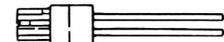

Figure 1
3. Couper environ 2 pouces derrière le connecteur de l'ancienne pièce et dénuder les fils de l'ancien connecteur sur environ ¼ de pouce. Voir la Figure 1.
2. Si les fils de la pièce de rechange ne sont pas déjà dénudés, les dénuder sur ¼ de pouce. Voir la Figure 1.